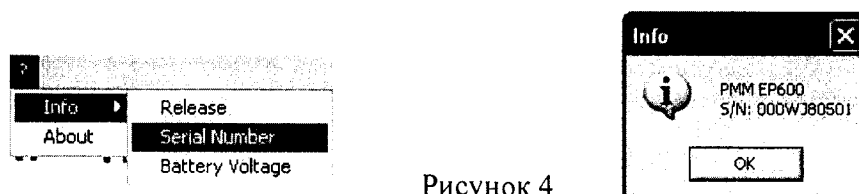

Рисунок 4
8.2.8 Последовательно нажать виртуальные кнопки «?» (Справка), «info» (информация) «Serial Number» и наблюдать серийный номер пробника EP-601 (рисунок 4).